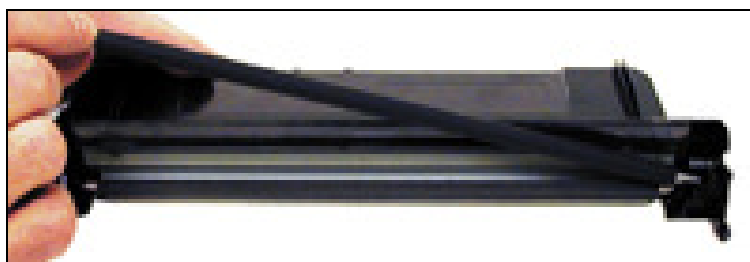

Figura 14
8) Sacar el PCR del conjunto. Ver Figura 14.